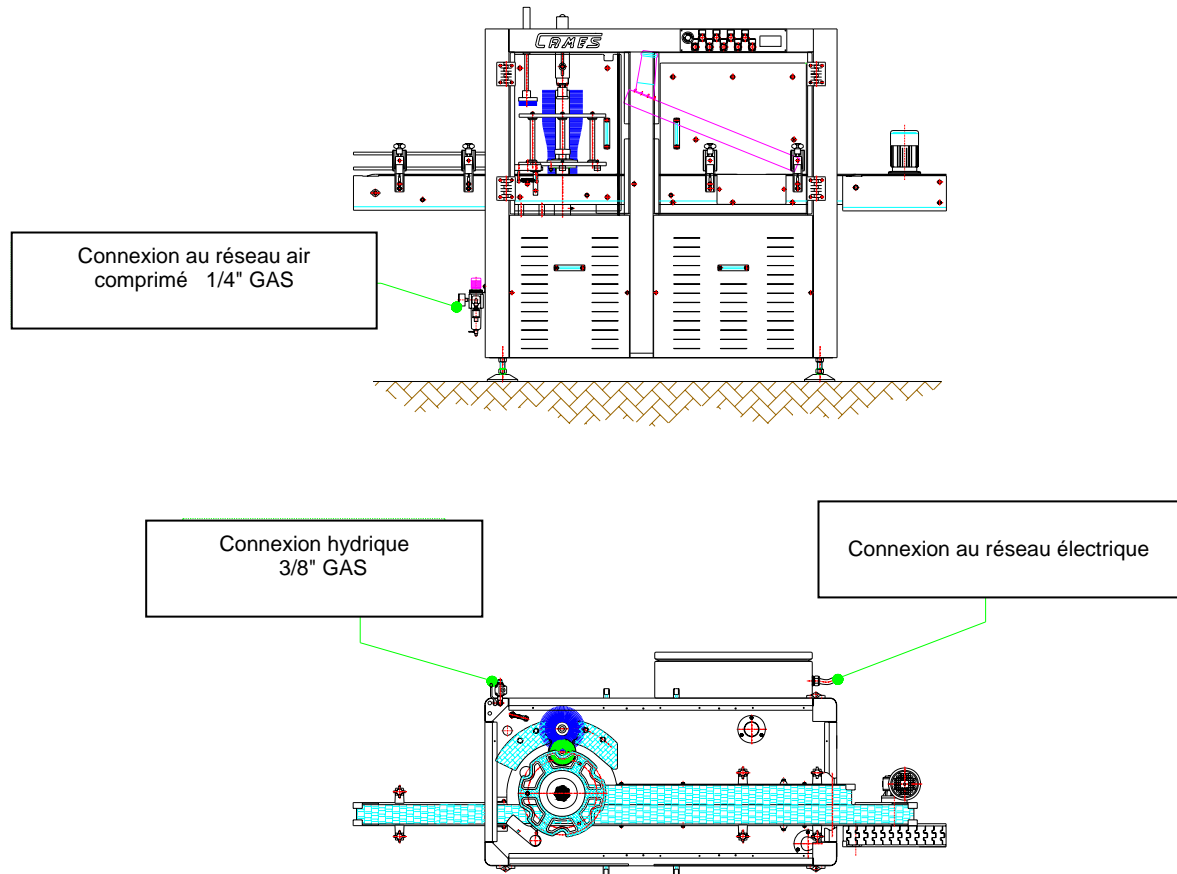

Fig.4
prescriptions de sécurité prévues par la réglementation en matière. En cas de déplacements après l'installation, avant de procéder à la manutention, il faut déconnecter les circuits d'alimentation électrique et pneumatique (voir Fig.4).
- Un tableau électrique d'alimentation et son câble de connexion pour le branchement au réseau, équipé de terre et protégé des courts-circuits comme prévu par la réglementation en vigueur en matière. La Fig.4 indique la position de connexion électrique de la machine.
- Un point de jonction pour le branchement au réseau de l'air comprimé ayant les dimensions 1/4" gaz nécessaire pour actionner les actionneurs pneumatiques. La Fig.4 indique la position de connexion pneumatique de la machine